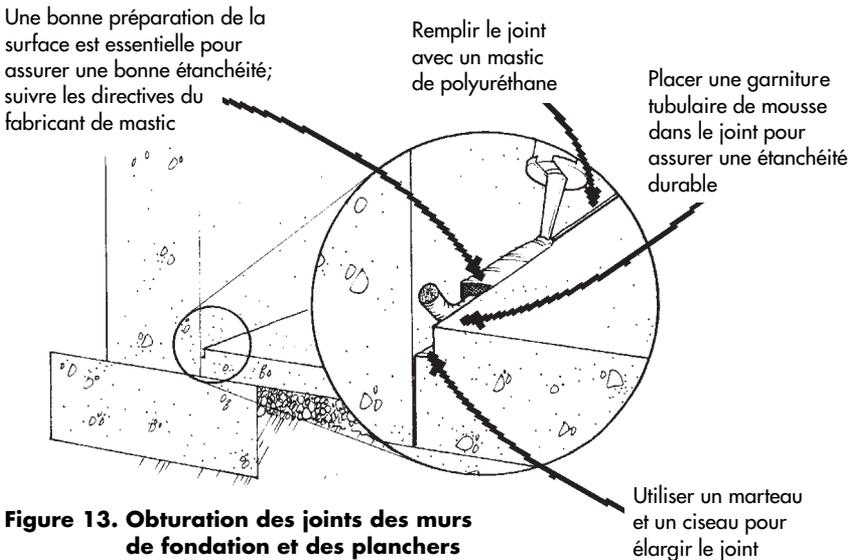
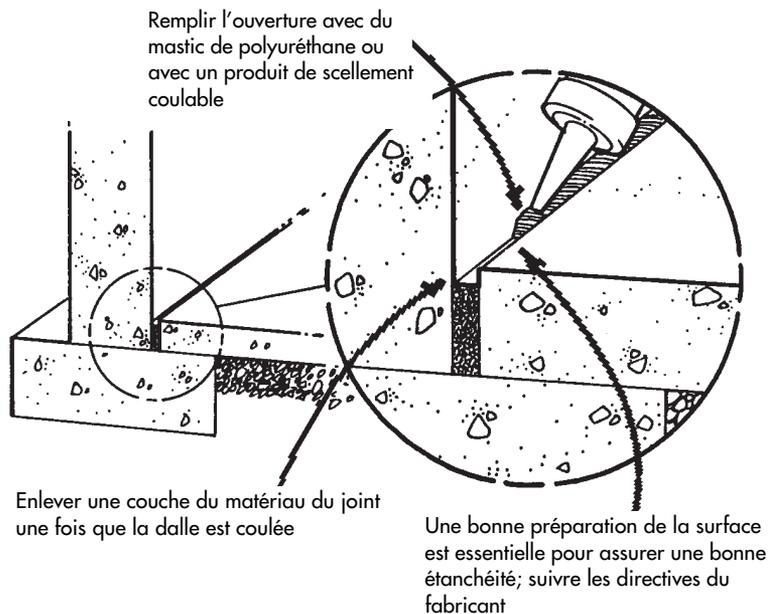

Figure 13. Obturation des joints des murs de fondation et des planchers du sous-sol
Figure 16. Obturer la jonction entre le mur de fondation et le plancher du sous-sol dans les constructions neuves
S'il est à votre portée, le joint entre le mur de fondation et le plancher du sous-sol doit être scellé (voir la **Figure 13, page 20**). Les ouvertures aménagées dans les murs et planchers pour le passage des services (câbles électriques, canalisations d'eau, d'égout, de gaz naturel et de mazout) peuvent être colmatées de la même façon.
- Sceller la jonction du plancher et des murs du sous-sol. On peut éliminer cette source potentielle d'infiltration de diverses façons (voir la **Figure 13**, page 20, et la **Figure 16**). Il est essentiel de bien préparer les surfaces à calfeutrer si l'on veut obtenir un résultat efficace et durable.